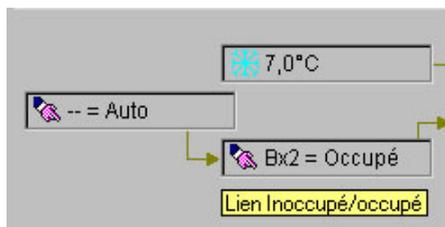

Figure 2.76 :
- Lien Inoccupé/Occupé : cette variable sert à informer la ressource sur la sélection Inoccupé ou Occupé en mode Automatique (figure 2.76).